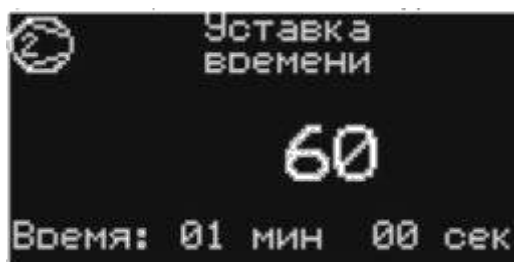

Рис. 8- Экран изменения уставки времени прохождения камеры
- для изменения значения уставки времени прохождения камеры нажмите клавишу ВВОД на экране изменения уставки времени прохождения камеры, отредактируйте значение нажатиями на клавиши ВВЕРХ или ВНИЗ и сохраните значение нажав клавишу ВВОД (см. Рис. 8);